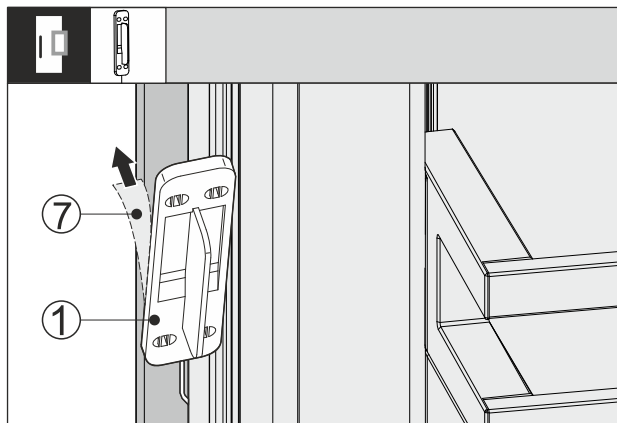

Fig. 65
- ▶ Odstranite zaščitno folijo Fig. 65 (7) s hrbtne strani Fig. 65 (1) senzorja trkanja.